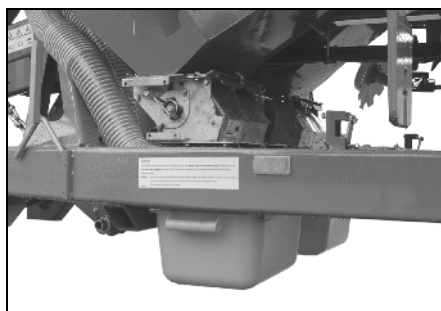

Рис. 70
3. Закрепите лотки для установки сеялки на норму высева (Рис. 70) в транспортном креплении и зафиксируйте при помощи пальца с пружинной защелкой.
3. Задвиньте лотки для установки сеялки на норму высева (Рис. 70) в крепление.